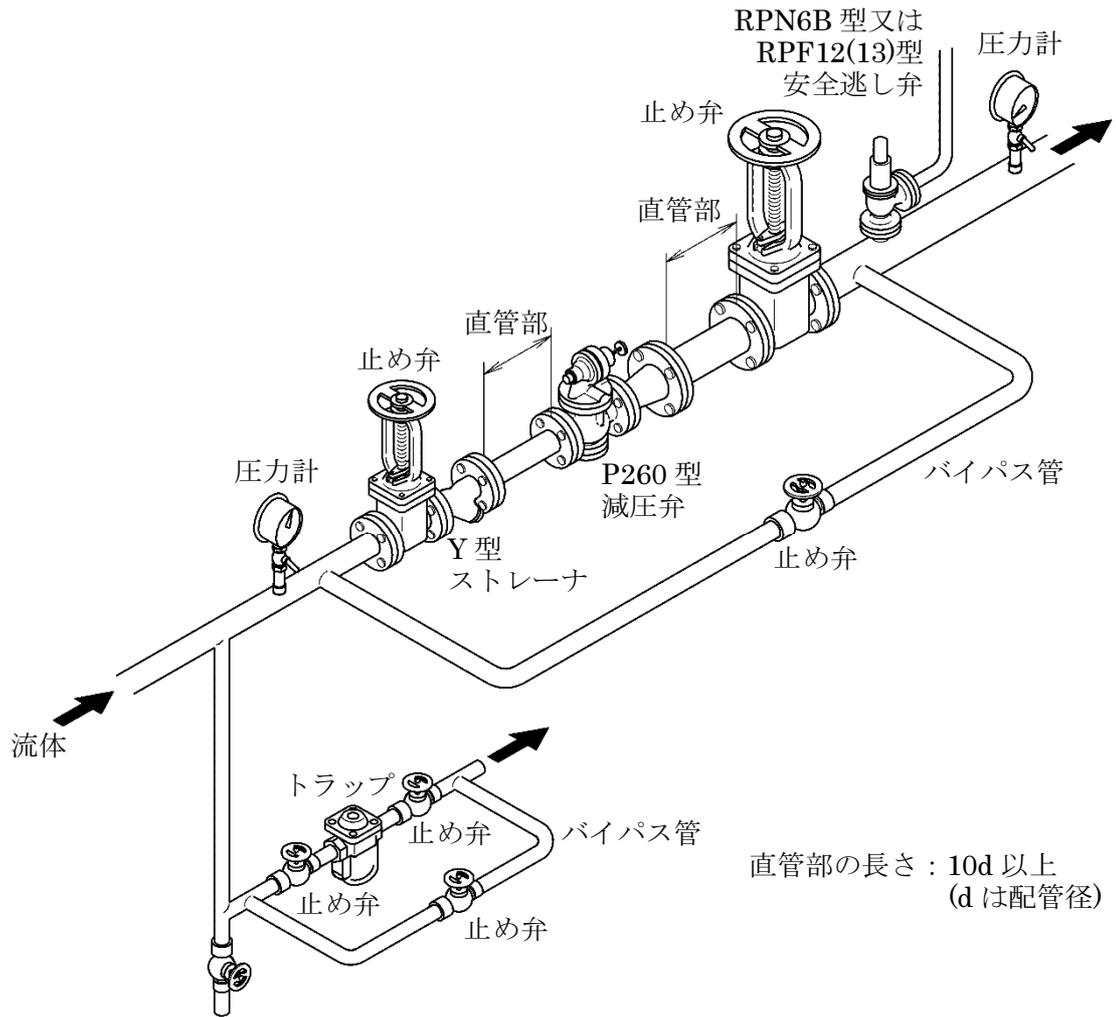

図2 配管例図
<ul style="list-style-type: none"><li>● 減圧弁は、最初の通気時の安全のために、未設定で納入します。 ご指定により設定して納入することもできますが、いずれの場合も最初の通気時は、慎重にゆっくりと実施してください。</li><li>● 配管に際しては、減圧弁の弁箱の矢印と流体の流れ方向を必ず一致させて水平配管に垂直に取り付けてください。また、図 2 の配管例図に示すように、止め弁、ストレーナ、安全逃し弁、圧力計、バイパス管及びトラップを必ず設けてください。なお、減圧弁の前後にはできるだけ 10d 以上(d : 配管径 mm)の直管部を設け、二次側流速が 15 m/s を超える場合にはレギュレータを取り付け二次側配管の拡大をお勧めします。安定で性能の良い減圧装置とする為、ストレーナ、安全逃し弁、トラップもフシマン製品をお使いください。</li><li>● 配管の重量や曲りなどが直接減圧弁に加わらないよう配管の支持や固定をしてください。</li></ul>
- 3.1 配管に際しては、減圧弁の弁箱(22)の矢印と流体の流れ方向を必ず一致させて水平配管に垂直に取り付けてください。また、図2の配管例図に示すように、止め弁、ストレーナ、安全逃し弁、圧力計、バイパス管及びトラップを必ず設けてください。なお、減圧弁の前後にはできるだけ10d以上(d:配管径mm)の直管部を設け、二次側流速が15 m/sを超える場合にはレジューサを取り付け二次側配管の拡大をお勧めします。安定で性能の良い減圧装置とする為、ストレーナ、安全逃し弁、スチームトラップもフシマン製品をお使いください。